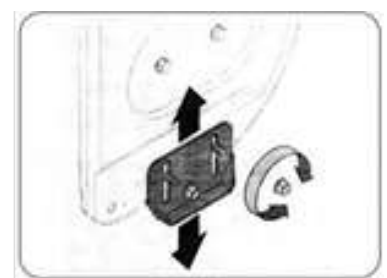

Figure 31
- L'espace entre les patins de dérapage et le sol peut être ajusté. Voir la figure 31.